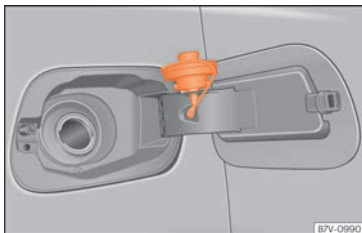

**Fig. 282** Tapa del depósito con el tapón encajado.
- Colóquelo en el espacio que hay en la bisagra de la tapa abierta »» fig. 282.